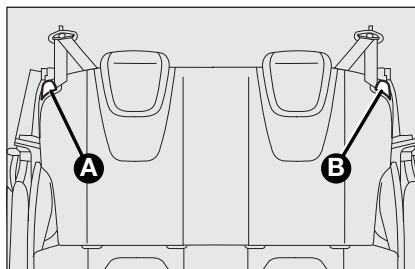

fig. 45
(hvis monteret) fig. 45**
- ☐ Løft håndtagene A eller B-fig. 45 for at frigøre henholdsvis den højre eller venstre del af ryglænet og læne det ned mod sædet.
- ☐ Løft håndtagene A og B-fig. 45 for at frigøre ryglænene og læne dem ned mod sædet.